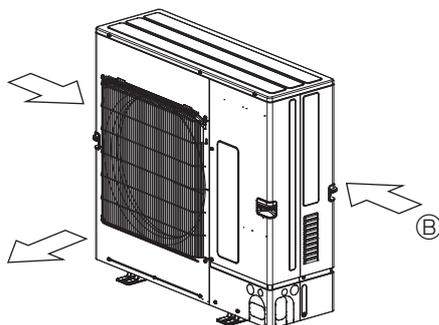

Fig. 2-6
- ③ Se possibile, posizionare l'unità in modo che la bocca di uscita soffi perpendicolarmente alla direzione del vento stagionale. (Fig. 2-6)